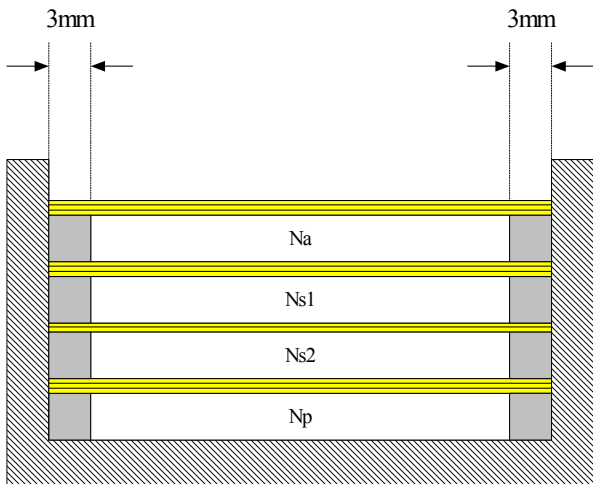

图 18. LCD 监视器开关式电源变压器构造实例 (B)
**变压器构造实例 B (图 18)**：由于没有使用三明治缠绕，所以此实例的漏磁电感比实例 A 中更大。然而，Vcc 线圈与 5V 输出线圈紧密耦合，Vcc 在空载情况下可以保持其正常工作范围。虽然这种方法无需模拟负载，即可防止空载情况下触发欠压保护，但与实例 A 相比，因其漏磁电感较大，所以功率转换效率相对较低。